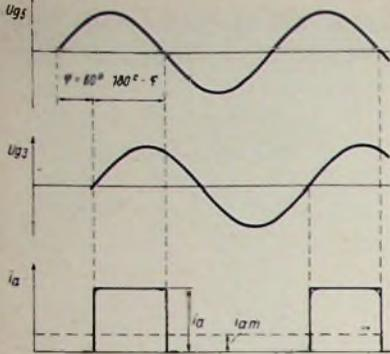

Bild 6. Phasenunterschied $\varphi = 60^\circ$ zwischen den sinusförmigen Gitterspannungen U_{g3} und U_{g5}
darstellt. Die beschriebenen Vorgänge sind für einen Phasenunterschied von $\alpha = 60^\circ$ in Bild 6 dargestellt. Mit zunehmendem Phasenunterschied wird der Zeitraum, innerhalb dessen Anodenstrom auftritt, kleiner und der mittlere Anodenstrom geringer. Aus (1) ist ferner ersichtlich, daß eine Begrenzerwirkung auftritt. Der Anodenstrom i_a ist konstant und unabhängig von der Größe der Wechselspannungen an g_3 und g_5 .